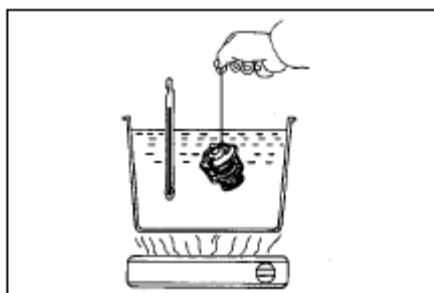
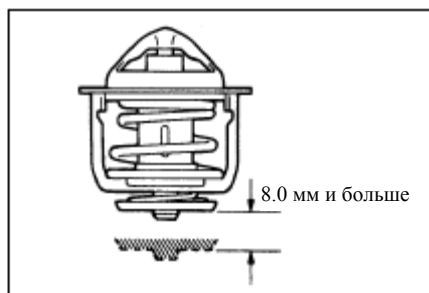

Рис. 62
Рис. 63
- (3) Проверьте подъем клапана (см. Рис. 62 и Рис.63).